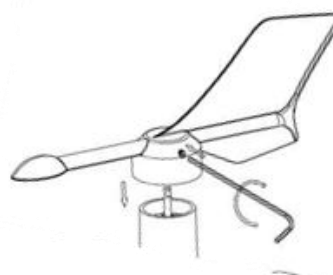

図 4.2
- ・ 六角レンチ（添付）でネジを締めこみます。（図 4.2）